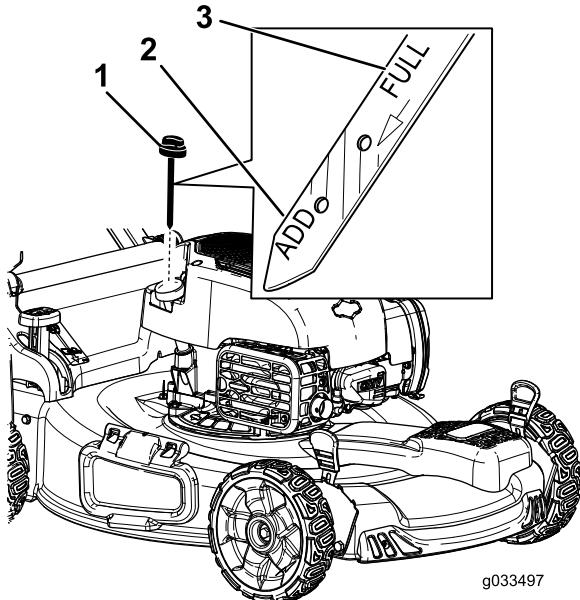

図 5
2. キャップを左に回してディップスティックを抜き取る図 5。
6. ディップスティックの目印で油量を点検する図 5。